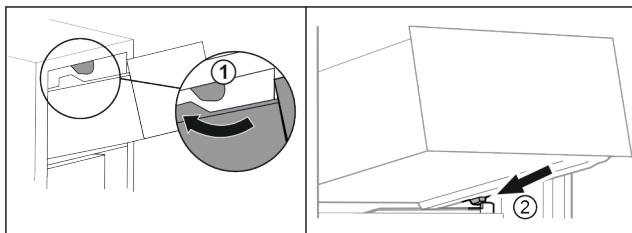

Fig. 98
- ▶ Preved'te zásuvku okolo horných zarážok. Fig. 98 (1)
- ▶ Nasad'te zásuvku šikmo za dolnými zarážkami na rebro nádoby. Fig. 98 (2)